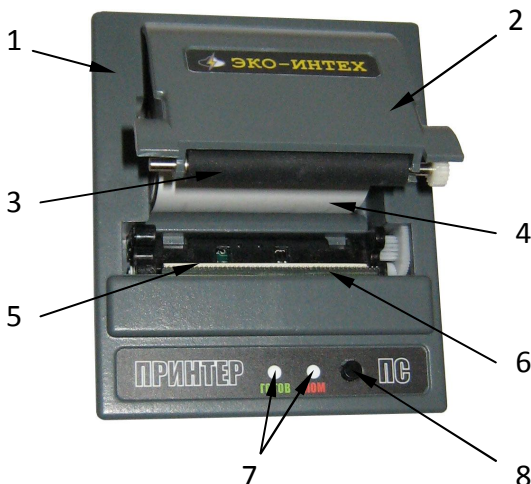
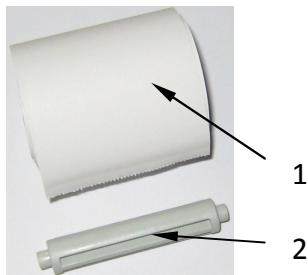

Рисунок 6.1. Принтер
Рисунок 6.2. Бумага
Основные элементы принтера, необходимые при эксплуатации, обозначены на рис. 6.1: корпус (1), крышка (2) с установленным прижимным валиком (3), рулон бумаги с осью – держателем (4), термоголовка (5), отрезной нож (6), индикаторы состояния (7), кнопка протяжки бумаги (8).
Светодиодные индикаторы красного и зеленого цветов (поз. 7 рис. 6.1) отображают режимы работы принтера. Описание режимов приведено в табл. 6.1.
Для заправки бумаги вставьте ось – держатель (поз.2 рис. 6.2) в рулон бумаги (поз.1 рис. 6.2). Затем откройте крышку корпуса (поз. 2 рис. 6.1), держа ее за боковые выступы, и вставьте бумажный рулон с осью – держателем (поз. 4 рис. 6.1). Потяните за край и вытяните бумагу на несколько сантиметров так, чтобы бумага выступала за нож (поз. 6 рис. 6.1). Плотно закройте крышку. При этом необходимо